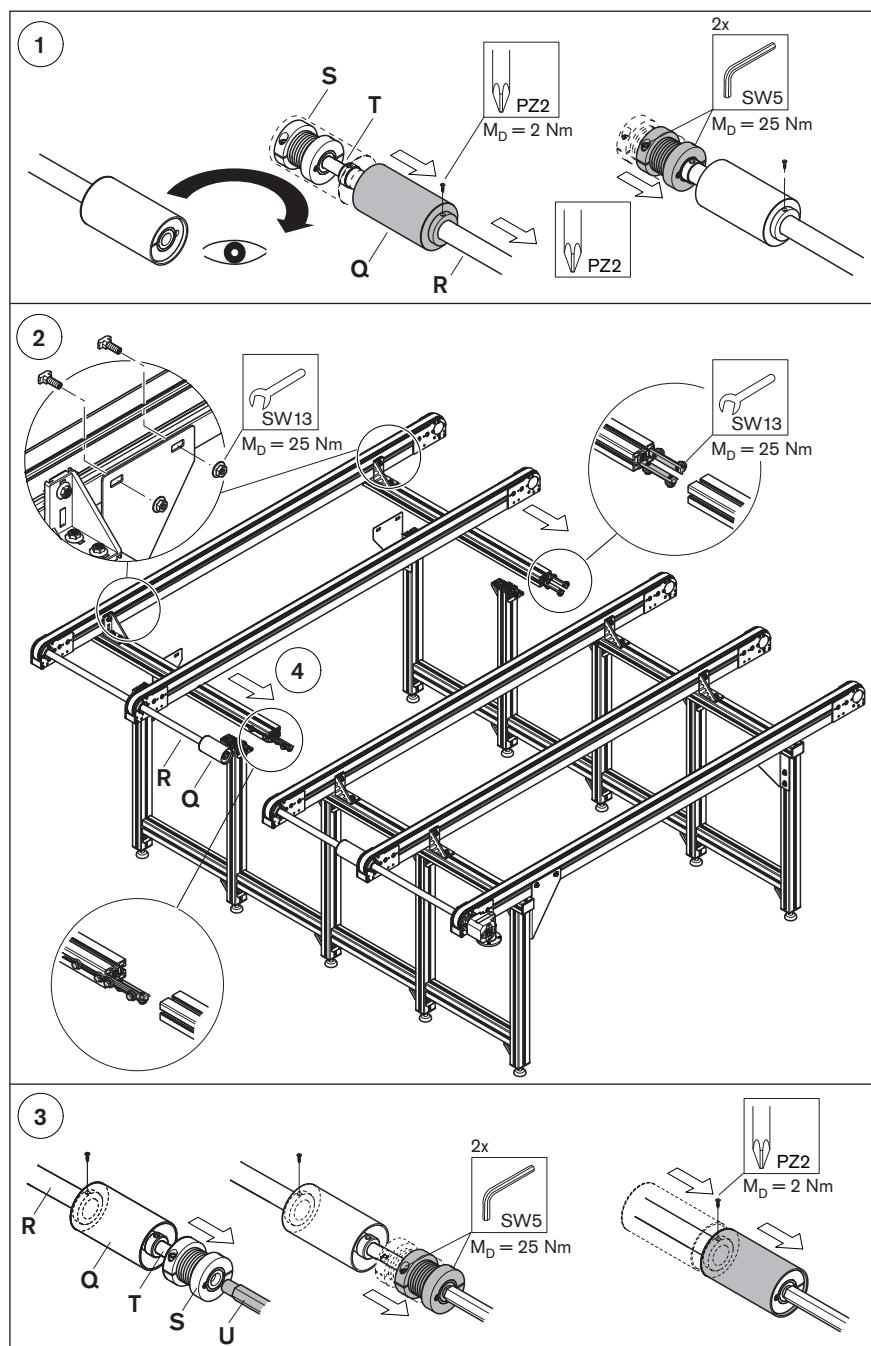

Fig. 8
- ▶ Effettuare l'allacciamento al motore come connessione a stella o a triangolo in base ai piani di allacciamento, vedere "Fig. 8" e al piano di allacciamento nella scatola terminali.
- ▶ Per cambiare la direzione di rotazione del motore, scambiare due fili a piacere (L1, L2 o L3, vedere "Fig. 8").